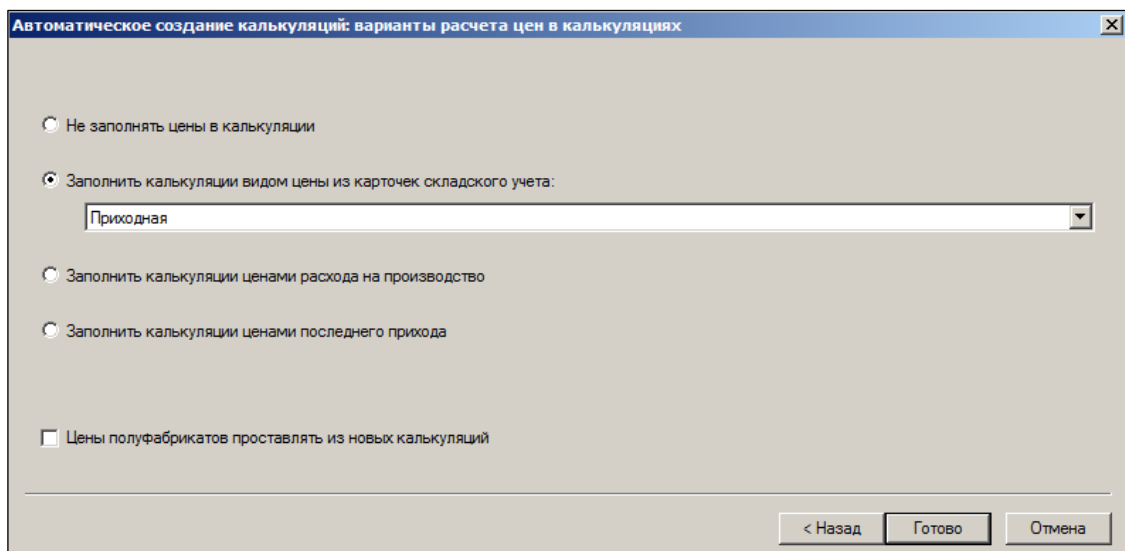

Рисунок 36 – Автоматическое создание документа «Калькуляции» (3)
4. Выбрать вид цены для расчета калькуляций (Рисунок 36):